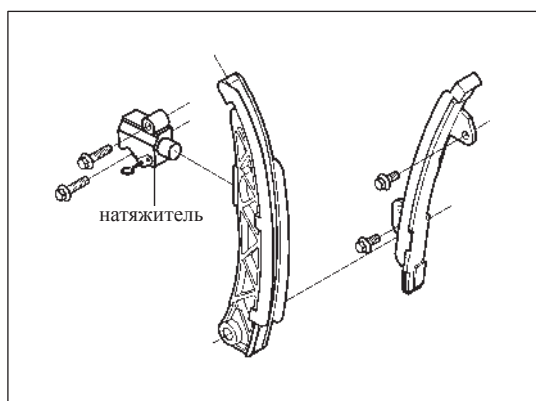

Рис. 12-4-11. Установка натяжителя
(4) Установка натяжителя
- » На рис. 12-4-11 показана система газораспределения после установки.